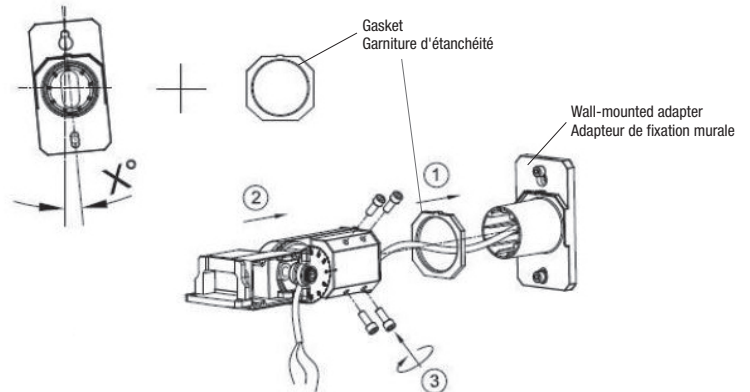

Fig. 5E
6. Insert gasket on the wall mounted-adapter. Mount the slip fitter on the wall mounted-adapter and tighten it with the mounting screws Fig. 5E.
6. Insérer la garniture d'étanchéité sur l'adaptateur de fixation murale. Monter le joint d'articulation sur l'adaptateur de fixation murale et serrez-le avec les vis de montage Fig. 5E.